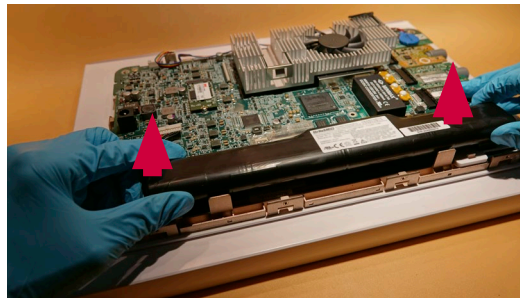

Figura 14 Rimuovere la batteria
a) Estrarre la batteria dalla scheda principale dell'unità display (Figura 14)